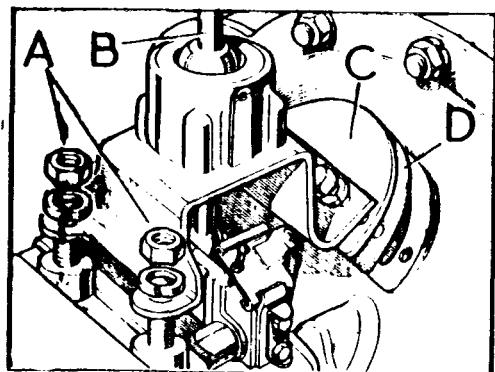

Fig. C-66 Montaje de la palanca de cambio
- 1.2. Desmontar el conjunto de la palanca de cambio, B (Fig. C-66) soltando las tuercas, A, y los tornillos, E, de fijación.